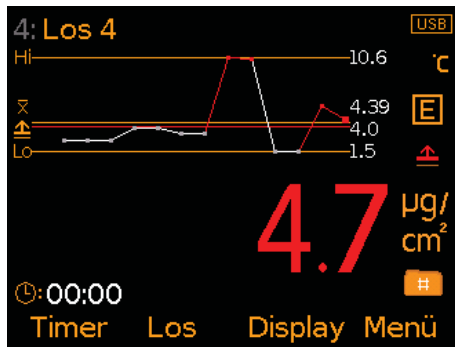

Bild 3: Messwert und Verlaufdiagramm
- **Verlaufdiagramm (Bild 3);** Ein Trendliniendiagramm der letzten 20 Messungen, das bei jeder Messung automatisch aktualisiert wird.